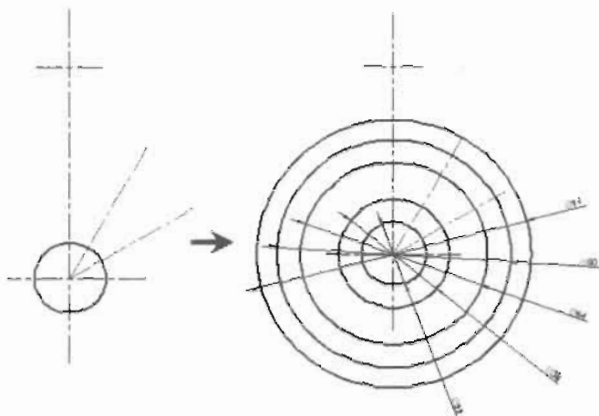

图 4-196
(6) 选择“实线”图层为当前图层, 在命令提示行中输入 circle 命令, 以辅助线最下面的交点为圆心, 绘制半径为 11、19、32、40、47 的同心圆, 命令执行过程如下, 绘制结果如图 4-196 (右) 所示。